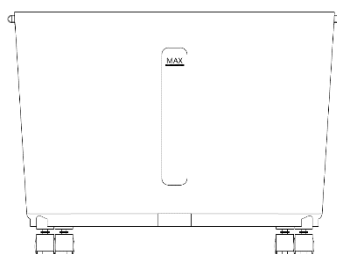

Fig. 5
- Lorsque vous remplissez le réservoir d'eau, faites attention à l'indicateur de niveau d'eau situé à l'avant du réservoir d'eau (voir fig. 5).